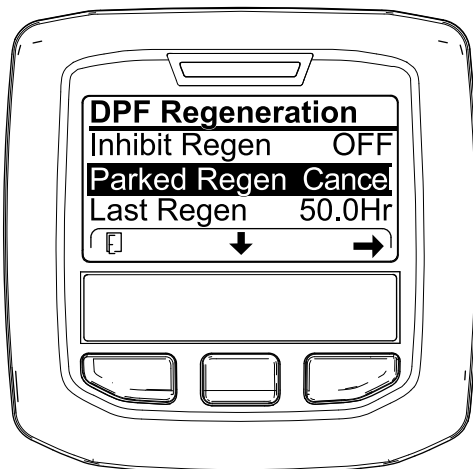
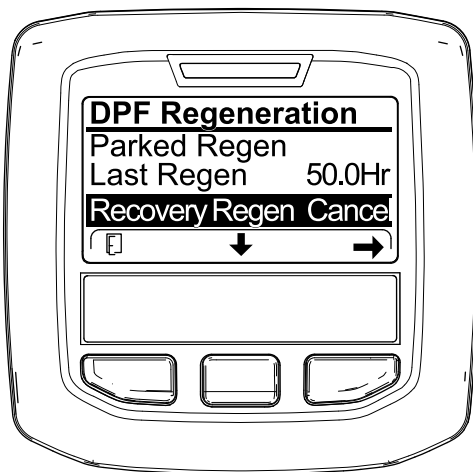

Figura 58
Figura 59
1. Aceda ao menu Regeneração do filtro de partículas de gásóleo (Figura 58).
2. Prima o botão central para ir até à opção CANCELAR REGENERAÇÃO EM ESTACIONAMENTO (Figura 58) ou CANCELAR REGENERAÇÃO DE RECUPERAÇÃO (Figura 59).
3. Pressione o botão direito para seleccionar a entrada Cancelar regeneração (Figura 58 ou Figura 59).